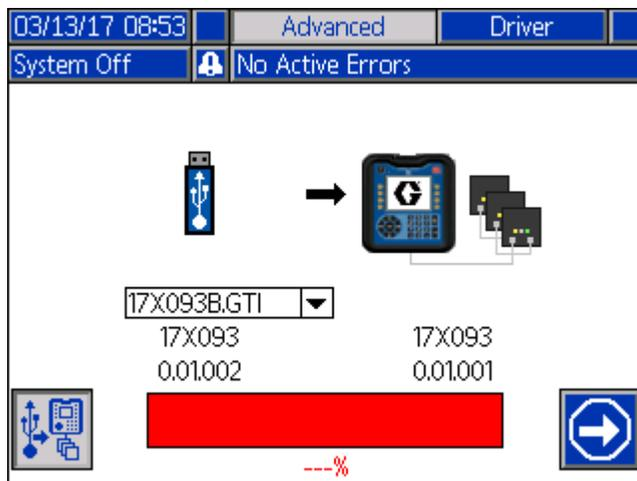

FIG. 13 : Transfert du logiciel non terminé
10. En cas d'échec du transfert de la mise à jour du logiciel, la barre de progression s'affiche en rouge, sans aucune mention d'un pourcentage. Voir la **Figure 13**. Assurez-vous que le jeton et le lecteur USB sont insérés correctement (sans être lâches) et réessayez. Ne retirez pas le lecteur USB ou le jeton tant que le transfert n'est pas terminé. Appuyez sur la touche programmable (A) à côté de l'icône  pour relancer le transfert du logiciel.